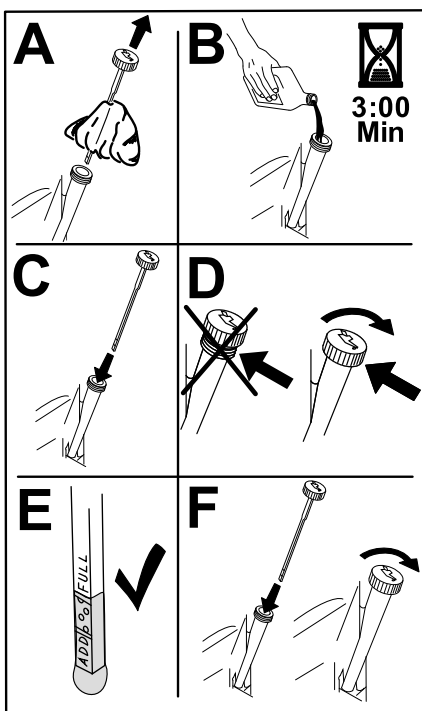

Figura 51
5. Vierta lentamente un 80% aproximadamente del aceite especificado por el tubo de llenado, luego añada lentamente el resto del aceite hasta que llegue a la marca de **Lleno** (Figura 51).